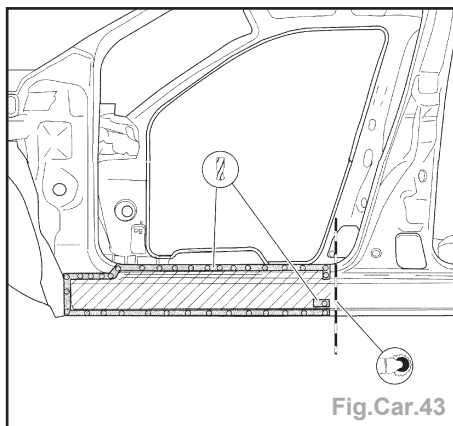

Fig.Car.43
- Faire une coupe avec une scie circulaire sur la zone indiquée (Fig.Car.43).